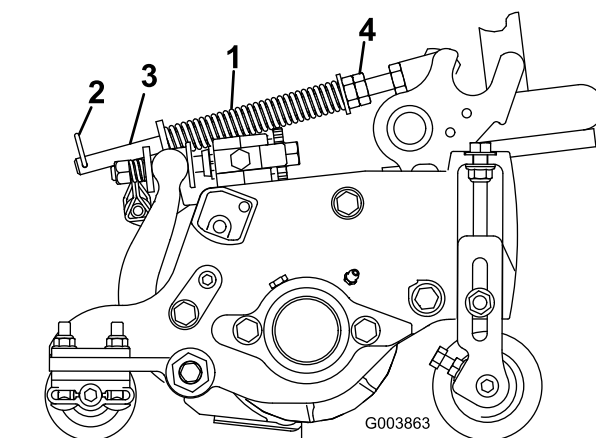

Figura 13
1. Verificate che la coppia sia montata nel foro posteriore dell'asta della molla (Figura 13).
2. Serrate i dadi esagonali sul lato anteriore dell'asta della molla, finché la lunghezza compresa della molla non è di 15,9 cm (Figura 13).